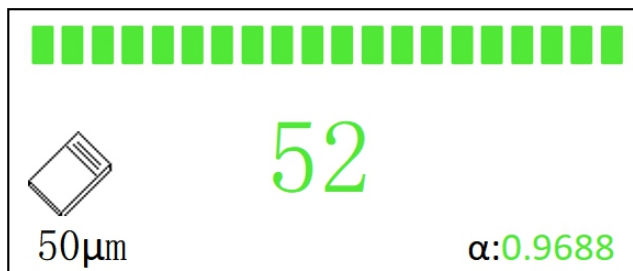

Abbildung 31: Kalibrierung erfolgreich
⑤ Datenerfassung und Ergebnisbeurteilung
- Wenn der Fortschrittsbalken vollständig grün wird (Abbildung 31), war die Kalibrierung erfolgreich und der α -Koeffizient wird angezeigt. Entfernen Sie die Sonde mindestens 5 cm von der Probe und notieren Sie den α -Wert.